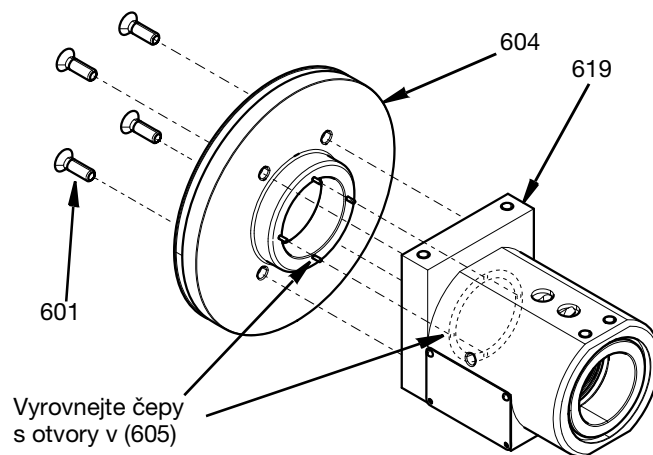

FIG. 23
3. Pomocí čtyř šroubů M5 (601) připojte ložiskové těleso (604) k tělesu otočného čepu (619). Dotáhněte na moment 29,2 in-lbs (3,3 N•m). Zkontrolujte, zda jsou čtyři kolíky ve skříni ložiska vyrovnané a propojené se čtyřmi otvory v adaptéru (605) rozvaděče vzduchového kroužku. Viz FIG. 23.